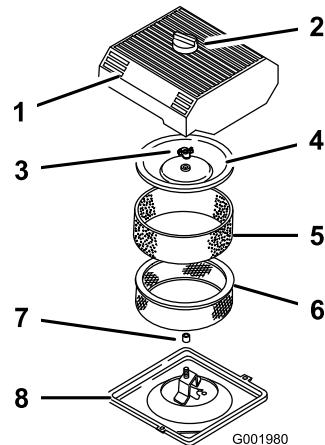

Figura 45
3. Pulite intorno al filtro dell'aria per evitare che la morchia possa penetrare nel motore provocando gravi danni (Figura 45).
4. Svitate la manopola sul coperchio del filtro dell'aria e togliete il coperchio (Figura 45).
5. Togliete con cautela l'elemento in schiuma sintetica dall'elemento di carta (Figura 45).
6. Svitate il dado del coperchio e togliete sia il coperchio che l'elemento di carta (Figura 45).
- Infilate con cautela l'elemento in schiuma sintetica sopra l'elemento di carta del filtro dell'aria (Figura 45).
- Avvitate a fondo, manualmente, il dado contro il coperchio (Figura 45).
- Montate il coperchio del filtro dell'aria e la manopola (Figura 45).